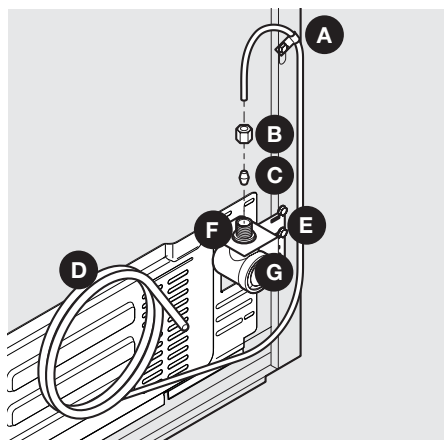

Figure 1
4. Si vous utilisez un tuyau en cuivre : faire glisser l'écrou de compression en laiton, puis placer la bague (raccord) sur la conduite d'alimentation en eau. Pousser le tuyau d'alimentation en eau dans l'entrée de la vanne d'alimentation en eau aussi loin que possible (6,4 mm/¼ po). Faire glisser la bague (raccord) dans l'entrée de la vanne et serrer à la main l'écrou de compression sur la vanne. Serrer un autre demi-tour avec une clé. NE PAS trop serrer. Consultez la figure 1.